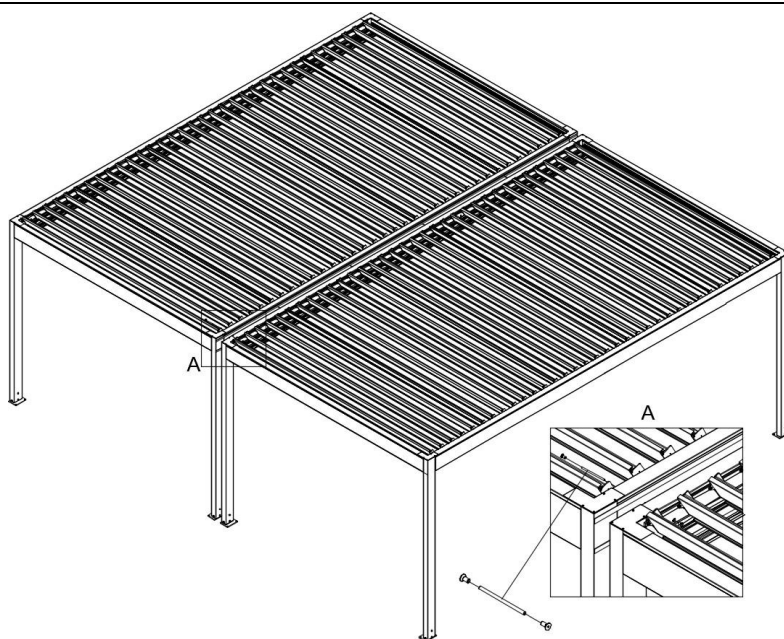

Abbildung 40
3. Auf das eine Ende des M8-Bolzens eine M8-Konusmutter mit Innensechskantschlitz bis zum spürbaren Widerstand aufschrauben (Abb. 40). Den Bolzen durch die Befestigungsöffnung von der Seite der Balken stecken. Auf der gegenüberliegenden Seite die zweite Mutter aufschrauben. eine konische Mutter M8 mit Innensechskant (Abb. 40). Das Anzugsmoment beträgt 17 Nm.